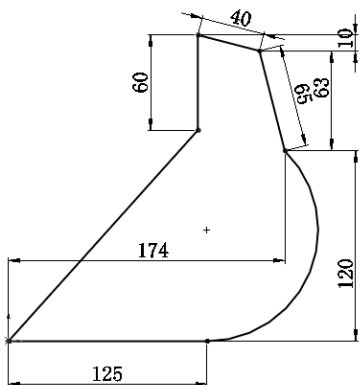

图 4-35 绘制并标注草图 1
**02** 绘制草图 1。在左侧的“FeatureManager 设计树”中用鼠标选择“前视基准面”作为绘制图形的基准面。单击“草图”控制面板中的“直线”按钮和“三点圆弧”按钮，绘制并标注草图，如图 4-35 所示。